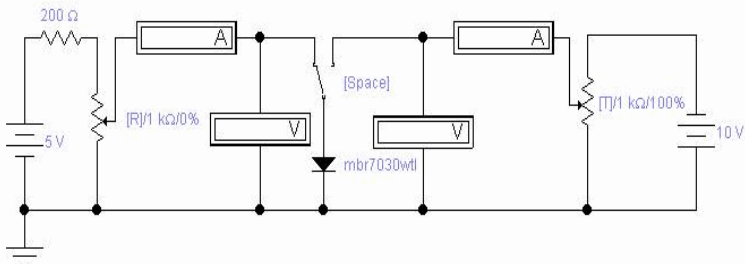

Рис. 7. Схема дослідження напівпровідникових діодів.
7. З'єднайте всі компоненти за схемою (Рис.7.). Встановіть необхідні параметри компонентів: